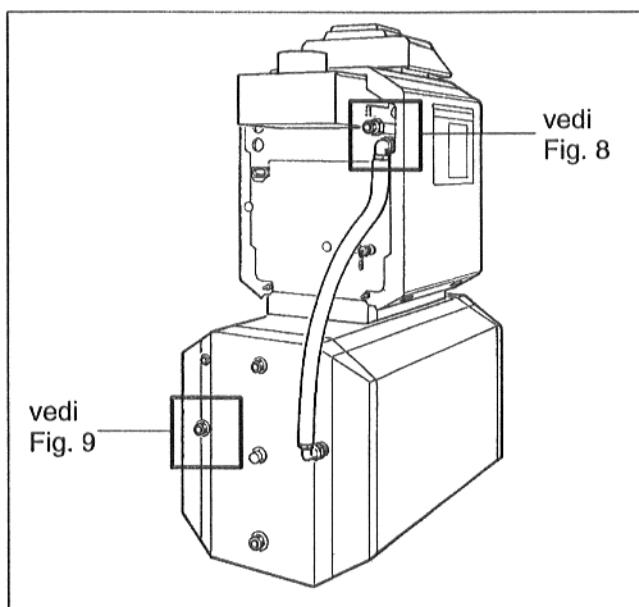
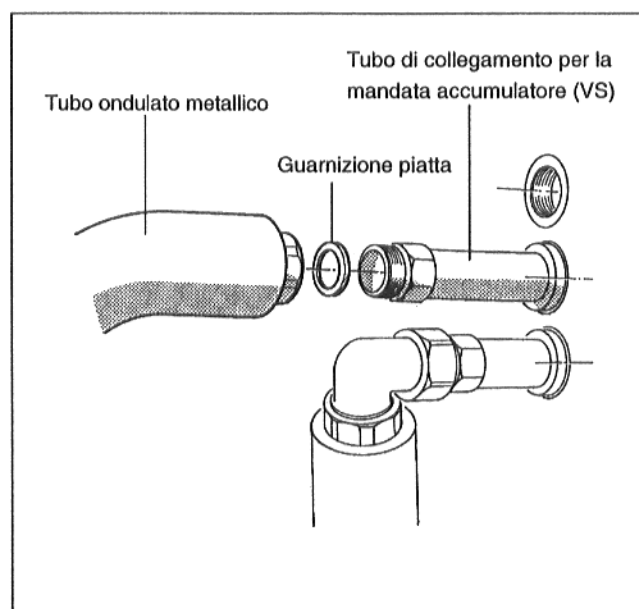
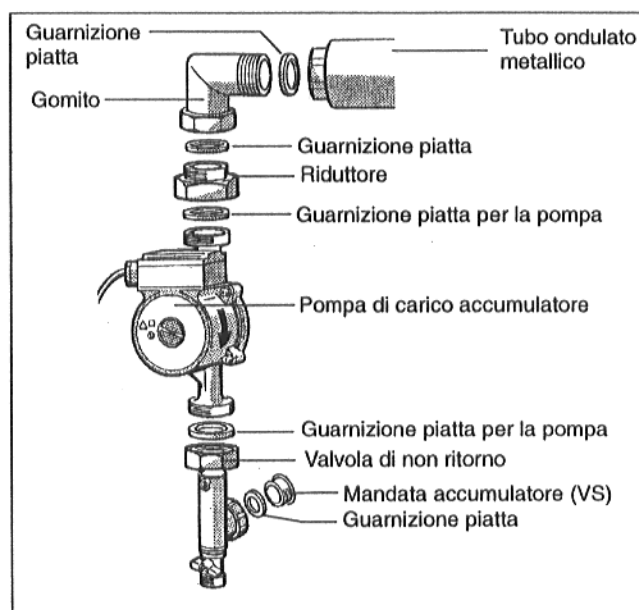

Fig. 7 Vista posteriore, collegamento di ritorno montato
Fig. 8 Mandata accumulatore sulla caldaia
Fig. 9 Mandata accumulatore con pompa di carico accumulatore
- In occasione del montaggio del tubo ondulado metallico per il ritorno è assolutamente necessario mantenere la distanza minima di 200 mm inferiormente alla sicurezza antiriflusso (Fig. 7).
- Inserire la guarnizione piatta nel dado a risvolto del secondo tubo ondulado metallico, preformare quest'ultimo e avvitarlo sul tubo di collegamento per la mandata accumulatore a livello della caldaia (Fig. 7 e Fig. 8).
- Inserire la guarnizione piatta nel dado a risvolto della valvola di non ritorno e avvitare quest'ultima a livello della mandata accumulatore (Fig. 7 e Fig. 9).
- Inserire la guarnizione piatta per la pompa ($\varnothing 44 \times 28 \times 2$) nel dado a risvolto superiore della valvola di non ritorno e avvitare la pompa di carico accumulatore alla valvola di non ritorno mantenendo la direzione di flusso verso il basso (Fig. 7 e Fig. 9).
- Inserire la seconda guarnizione piatta per la pompa ($\varnothing 44 \times 28 \times 2$) nel riduttore e avvitare quest'ultimo al tronchetto di aspirazione della pompa di carico accumulatore (Fig. 7 e Fig. 9).
- Inserire la guarnizione piatta nel dado a risvolto del gomito e avvitare quest'ultimo al riduttore (Fig. 7 e Fig. 9).
- Inserire la guarnizione piatta nel secondo dado a risvolto del tubo ondulado metallico e avvitare quest'ultimo al gomito (Fig. 7 e Fig. 9).